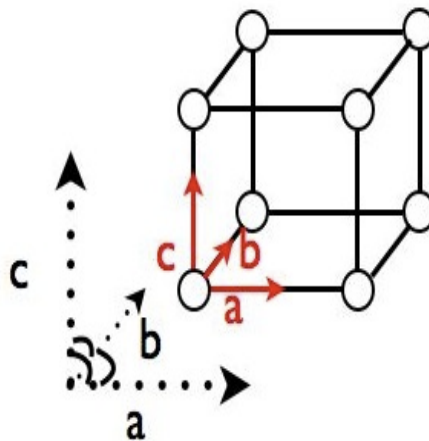

図 4: 原子のモデル、実線の矢印が内部緩和に関する軸で点線の矢印が外部緩和に関する軸と軸角。
**内部・外部緩和** 構造緩和には各原子一つ一つを移動させる内部緩和と、格子定数を変化させ格子自体を緩和させる外部緩和に大別される。図 4 は原子系のモデルであり、実線の矢印は一つの原子が動ける方向を表し、点線の矢印は格子全体が動ける方向を表す。これらの矢印の方向のベクトルのことを軸と呼ぶ。また、点線の軸で作られる角度は軸角と呼ぶ。外部緩和は体積を変えただけでなく、軸角を変更し構造そのものを変えるということもある。内部緩和は緩和する原子が他の原子から受けるエネルギーの一次微分によって得られる Force を利用する。Force のベクトルの向きと大きさに従って原子を軸にそって動かすことで緩和を行う。これに対して外部緩和では系全体のエネルギーを求め、体積を変え再度エネルギーを求める。この操作を繰り返し、最小のエネルギーを求めることで最適な体積を求める。
**軸（自由度）** 自由度とは緩和する原子に関して自由に動かせる軸の数のことである。例えば図 4 の原子を一つ動かす場合は  $a, b, c$  の 3 方向に動かせるため自由度 3 となる。b 方向に動かさないなどの制約をつけて動かせる軸を減らすと、それにつれて自由度は下がっていく。これらのことから  $n$  個の原子を緩和させる場合の自由度は最高  $3n$  となる。更に、上述のように外部緩和の場合は軸角を変えることがあるため、軸角の数も自由度に含む。